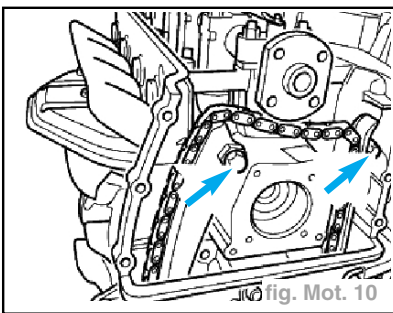

fig. Mot. 10
- serrer la fixation de glissière et du tendeur sur la culasse. (fig. Mot. 10)